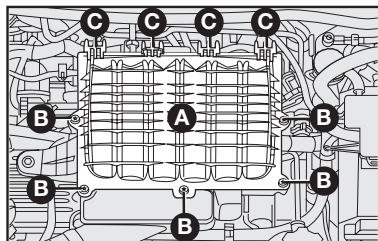

fig. 11
Motor Firefly - fig. 11
- Quitar los tornillos **B-fig. 11**, que fijan la tapa **A-fig. 11** del motor.
- Empuje la tapa hacia atrás para soltarla de las trabas **C-fig. 11**.